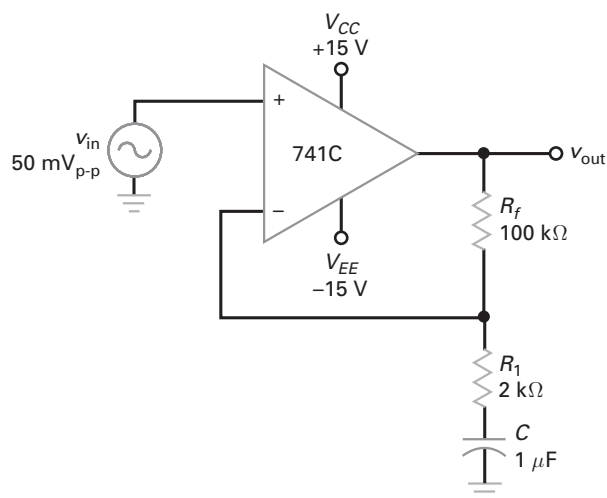

Figura 16-39
- 16-28** Os parâmetros de pior caso para um 741C são $I_{in(bias)} = 500$ nA, $I_{in(off)} = 200$ nA e $V_{in(off)} = 6$ mV. Qual é a tensão de erro de saída total na Figura 16-39?
- 16-29** Na Figura 16-39, o sinal de entrada tem uma frequência de 1 kHz. Qual a tensão de saída CA?
- 16-30** Se o capacitor estiver em curto-circuito na Figura 16-39, qual a tensão de erro de saída total? Use os parâmetros de pior caso dados no Problema 16-28.